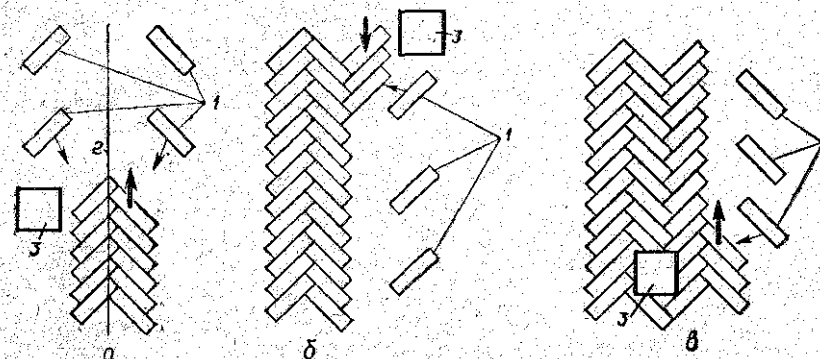
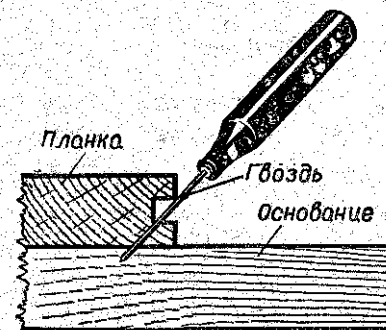

Рис. 218. Маячная елка из штучного паркета:
Рис. 219. Забивание гвоздей добойником.
5. Уложить по обеим сторонам шнура маячную елку, начиная работу с одного конца (рис. 218). Паркетные планки вначале соединить по продольной стороне, а затем по торцу при помощи молотка с подкладкой из твердой древесины. Планки прибивают гвоздями длиной 40 мм и толщиной 1,6 мм. Гвозди располагают наклонно и окончательно забивают добойником (рис. 219). На планку длиной 150 мм нужно два гвоздя, причем один забивается в торец. На 300-миллиметровую планку потребуется три гвоздя, из них один в торец. Чтобы планки не раскололись, в них иногда сверлят отверстия.